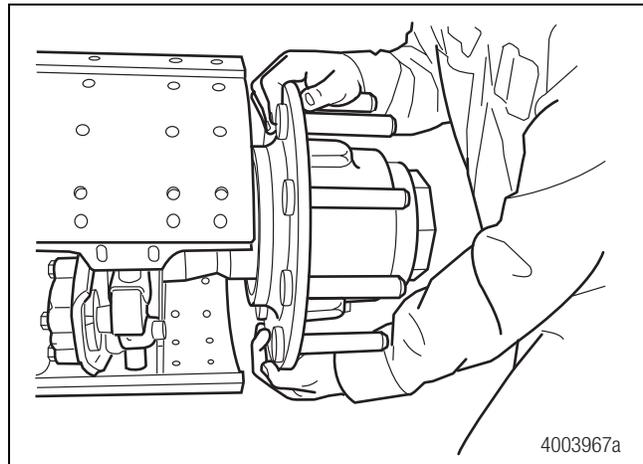

Figura 2.6
5. Si los neumáticos no están instalados, empuje y jale los lados opuestos del flanco de la maza y examine el movimiento del extremo de rueda. Figura 2.6.